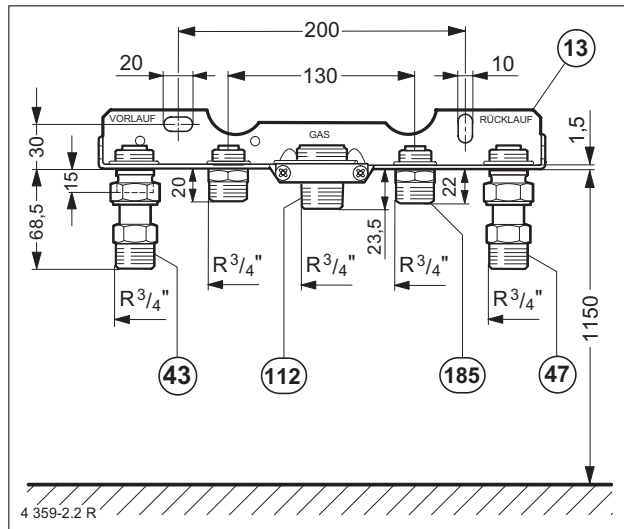

Bild 5
- Festlegung des Abstandes zwischen der Montageanschlußplatte und der Oberkante Fertigfußboden, siehe Bild 5.